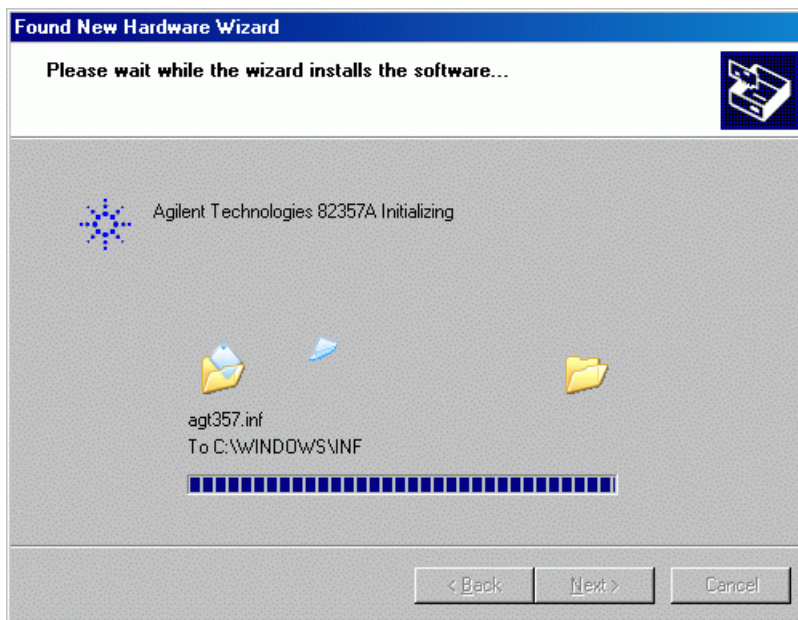

Figura 30 Instalación de la interfase USB-GPIB 82357A en Windows XP, segunda detección
- 16** El sistema inicializa el dispositivo de interfase USB-GPIB 82357A. Esto puede llevar algunos segundos (consulte la Figura 30 en la página 66). Espere a que aparezca la pantalla de configuración, consulte el paso 14.